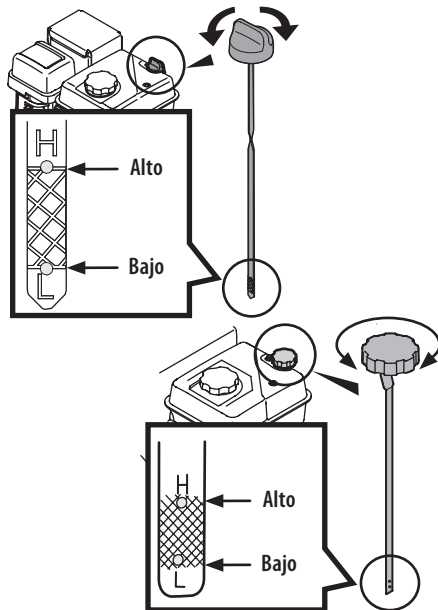

Figura 2
- **Tapones de llenado de aceite de cuarto de giro o roscados:** Mantenga el nivel de aceite entre las marcas "H" y "L" de la varilla de medición del nivel (Figura 2).
1. Cuando realice el control, compruebe que el tapón de llenado de aceite esté bien ajustado. Retire el tapón de llenado de aceite y limpie la varilla de medición del nivel (Figura 2).
3. Afloje y retire el tapón de llenado de aceite del cuello de llenado de aceite. Tome nota del nivel de aceite, si la lectura de aceite en la varilla de medición del nivel de aceite está por debajo de la marca "L" (bajo), agregue aceite lentamente hasta alcanzar el nivel "H" (alto) (Figura 2).